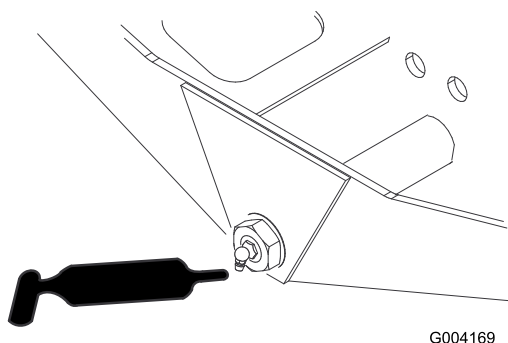

図 55
- ・ アクスのステアリング・ピボット（1ヶ所）（図 55）